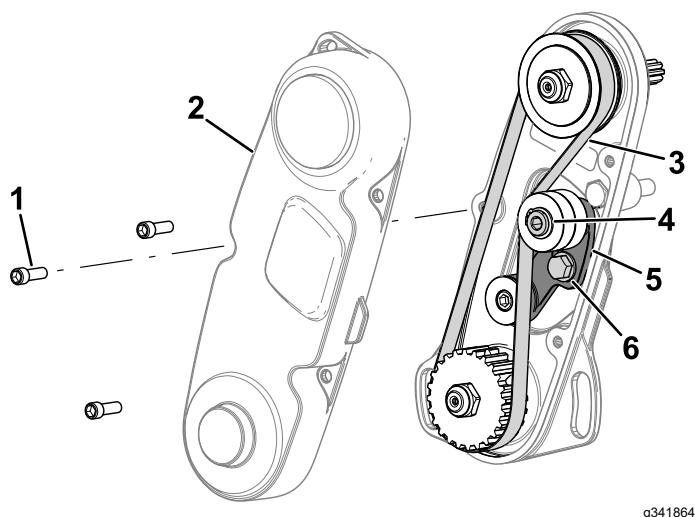

Рисунок 14
3. Используйте динамометрический ключ штангового типа, чтобы приложить усилие 6–7 Н·м к внутреннему винту рычага верхнего натяжного ролика (Рисунок 14).